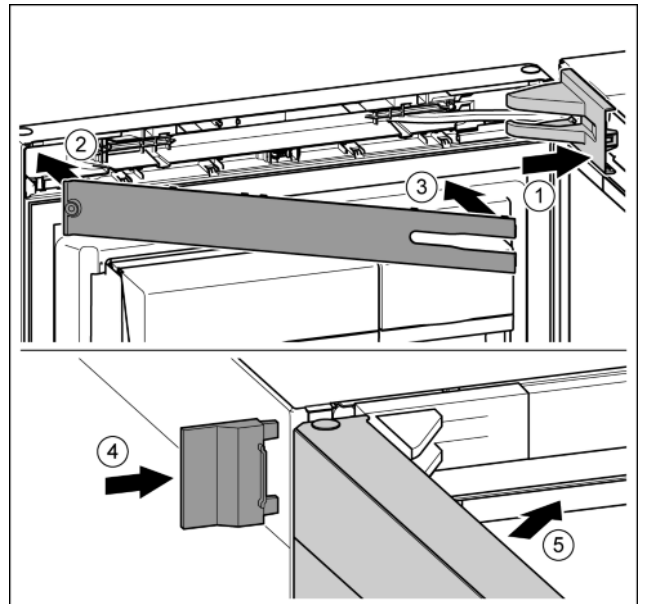

Fig. 46
- ▶ Poser et enclencher le cache du support de palier, l'introduire en appuyant délicatement. *Fig. 46 (1)*
- ▶ Poser le cache. *Fig. 46 (2)*
- ▶ Incliner le cache et l'enclencher. *Fig. 46 (3)*
- ▶ Enfiler le cache extérieur. *Fig. 46 (4)*
- ▶ Fermer la porte supérieure. *Fig. 46 (5)*